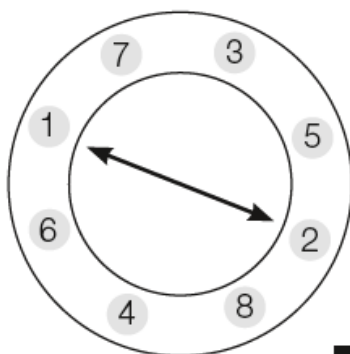
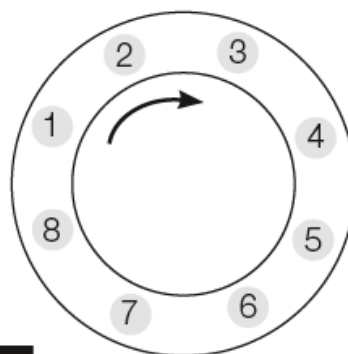

Abb. 2
Abb. 3
3. Durch mehrmaliges kreuzweises (siehe Abb. 2) und kreisförmiges (siehe Abb. 3) Anziehen der Schrauben (gemäss Anzugsdrehmoment*)